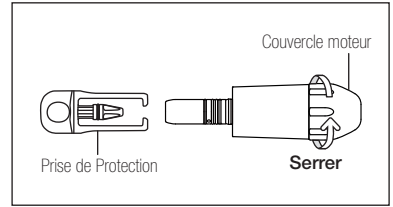

Fig.10
- 4) Vissez le couvercle du moteur sur le moteur. Placez le Prise de Protection sur l'insert du moteur. (Fig. 10)